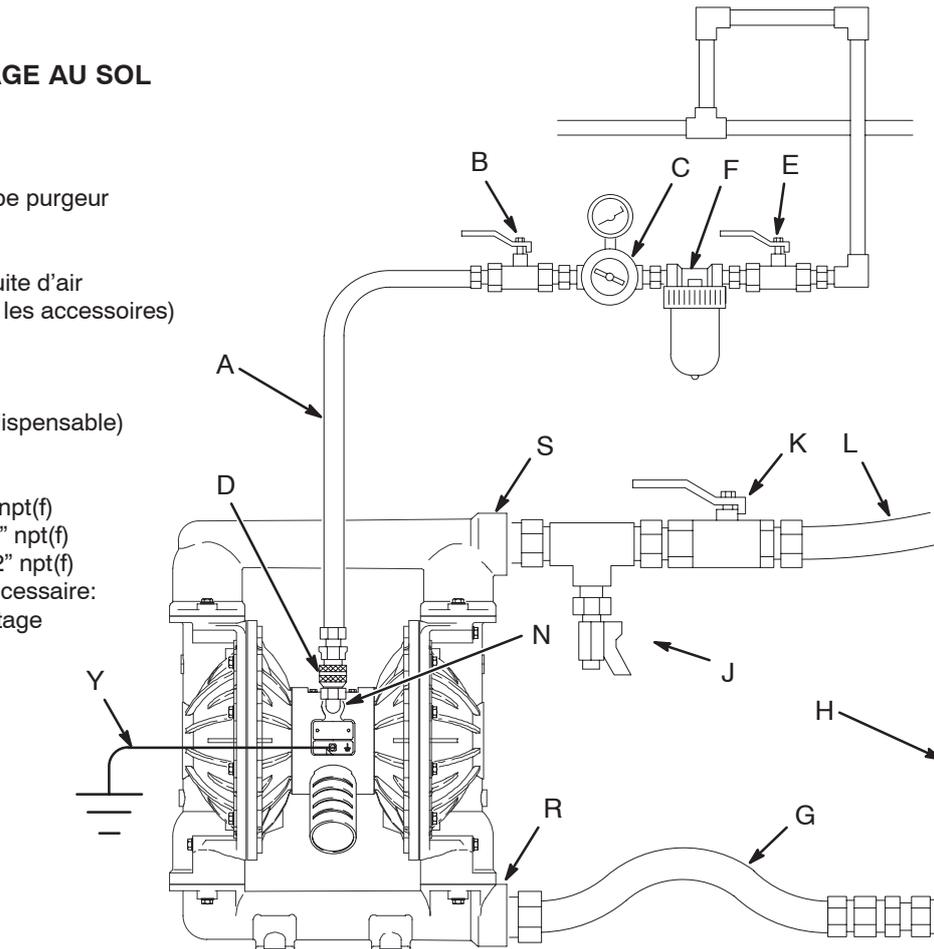

Fig. 2
- L'installation type présentée en Fig. 2 est une simple indication pour choisir et monter les éléments du système. Prendre contact avec votre distributeur Techni-flow ou les services d'assistance technique de Techni-flow (voir au dos du manuel) pour vous aider à concevoir un système qui correspond à vos besoins.
La vanne d'air principale de type purgeur (B) doit être montée sur votre système pour décharger l'air prisonnier entre cette vanne et la pompe. Cet air prisonnier peut provoquer le battement inattendu de la pompe, provoquant ainsi des blessures graves, y compris des projections dans les yeux ou sur la peau, des blessures dues à des pièces en mouvement ou une intoxication due aux produits dangereux. Voir Fig. 2.
1. Installer les accessoires de la conduite d'air suivant la Fig. 2. Fixer ces accessoires au mur ou sur un support. S'assurer que la conduite d'air alimentant ces derniers est reliée à la terre.
- a. Installer un régulateur d'air (C) et un manomètre pour contrôler la pression produit. La pression de sortie produit correspondra au réglage du régulateur d'air.
- b. Placer la vanne d'air principale (B) de type purgeur tout près de la pompe et s'en servir pour décharger l'air prisonnier. Voir la **MISE EN GARDE** ci-dessus. Placer l'autre vanne d'air principale (E) en amont de tous les accessoires de la conduite d'air et l'utiliser pour isoler ces derniers pendant le nettoyage et les réparations.
- c. Le filtre sur la conduite d'air (F) élimine les poussières nuisibles et l'humidité de l'alimentation en air comprimé.
2. Installer un flexible pneumatique relié à la terre (A) de 1/2 npt(f) entre les accessoires et l'entrée d'air de la pompe (N). Voir Fig. 2. Utiliser un flexible pneumatique d'au moins 13 mm de diamètre intérieur. Visser un raccord rapide (D) de conduite d'air sur l'extrémité du flexible pneumatique (A), et ajuster l'autre partie dans l'entrée d'air de la pompe. Ne pas brancher le raccord (D) avant que la pompe soit prête à fonctionner.
Une vanne de purge produit (J) est nécessaire pour décompresser la conduite si elle est bouchée. La vanne de purge diminue le risque de blessure grave, y compris de projection dans les yeux ou sur la peau, ou d'intoxication par les produits dangereux lors de la dépressurisation. Installer la vanne tout près de la sortie produit de la pompe. Voir Fig. 2.
1. **Utiliser des flexibles hydrauliques (L) reliés à la terre.** La sortie (S) produit de la pompe est de 2" npt(f). Visser solidement le raccord hydraulique dans la sortie de la pompe.
2. Installer un robinet de purge du produit (J) à proximité de l'orifice de sortie produit. Voir la **MISE EN GARDE** ci-dessus.
3. Installer une vanne d'arrêt (K) sur la conduite de sortie produit.
4. Placer l'extrémité du flexible produit (L) dans un réservoir approprié.
5. Fermer le robinet de purge (J). Voir Fig. 2.
6. Le régulateur d'air (C) de la pompe étant fermé, ouvrir toutes les vannes d'air principales de type purgeur (B, E).
8. Ouvrir lentement le régulateur d'air (C) jusqu'à ce que la pompe commence à battre. Laisser la pompe battre lentement jusqu'à ce que tout l'air soit évacué des conduites et que la pompe soit amorcée.
1. Fig. 2 et plans éclatés. Exécuter les opérations précédentes 1 à 7 de la rubrique **Démarrage et réglage de la pompe**.
2. Ouvrir le régulateur d'air (C).